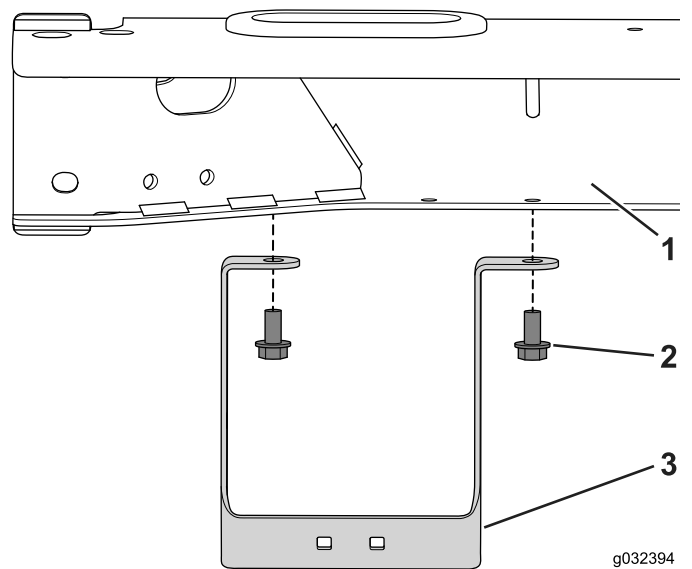

Bild 17
- Befestigen Sie die Halterung mit den zwei Schrauben (5/16" x 5/8") am Rahmen (Bild 17).